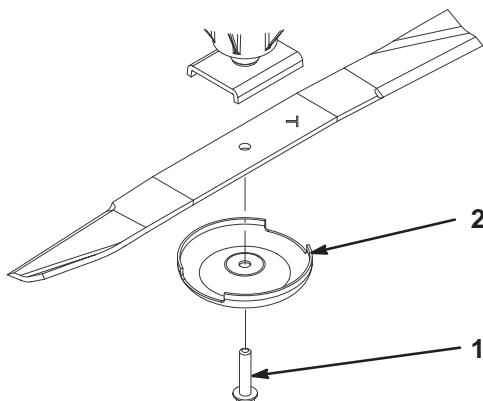

Figure 13
2. Saisissez la lame à son extrémité avec un chiffon ou un gant épais. Enlevez le boulon, la coupelle de protection et la lame de l'axe de pivot (Fig. 13).
3. Posez la lame, en dirigeant le talon relevé vers le plateau, avec la coupelle de protection et le boulon de lame (Fig. 13). Serrez le boulon de la lame entre 115 et 149 Nm.